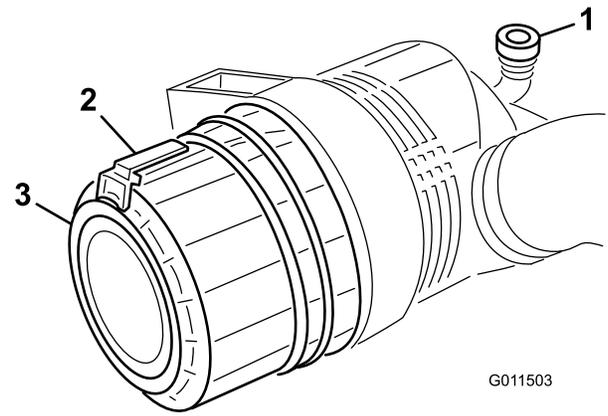

Figure 85
2. Tirez le verrou vers l'extérieur et tournez le couvercle du filtre à air dans le sens antihoraire (Figure 85).